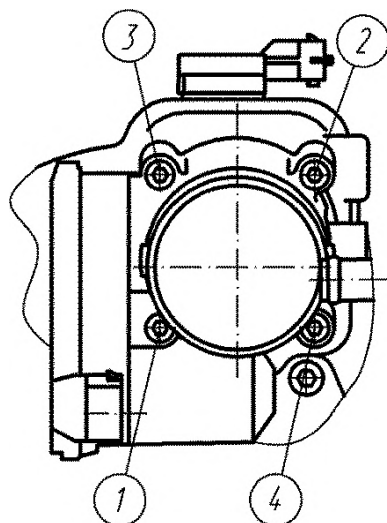

Abb. 148. Reihenfolge beim Anziehen der Befestigungsschrauben des Drosselklappenmoduls
1. Das Drosselklappenmodul mit Dichtung am Ansaugkrümmer montieren und befestigen. Die Befestigungsschrauben des Drosselklappenmoduls über Kreuz anziehen (Abb. 148).